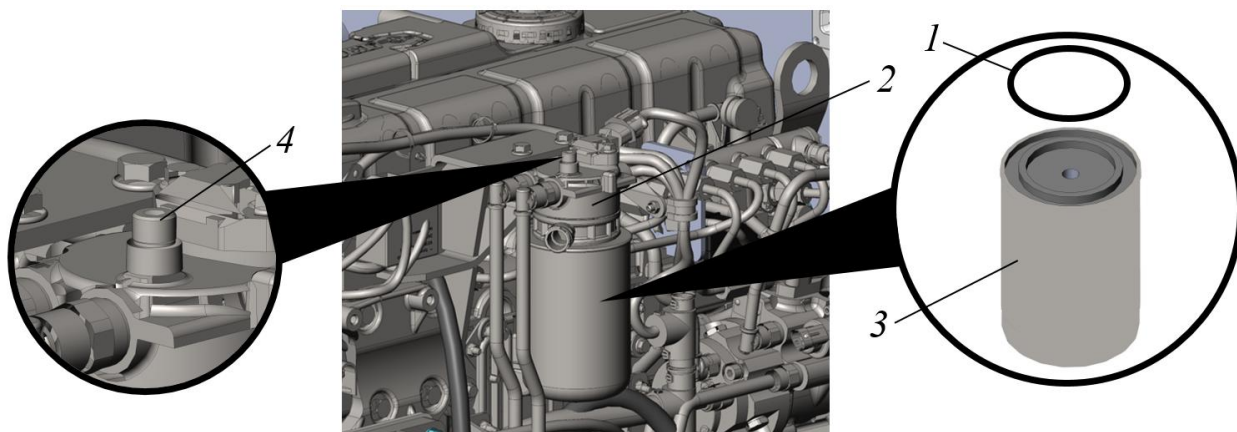

Рисунок 5.22. Замена фильтра тонкой очистки топлива на двигателе ЯМЗ-534
- Разместить подготовленную емкость  под фильтром тонкой очистки топлива 3, рис. 5.22.
- Аккуратно приоткрыть пробку 4 (рис. 5.22) для удаления воздуха. Как только воздух перестанет выходить закрыть (закрутить) пробку 4. Если воздух вышел не весь, а топливо не вытекает (отсутствует давление в контуре низкого давления), повторить предыдущую операцию.